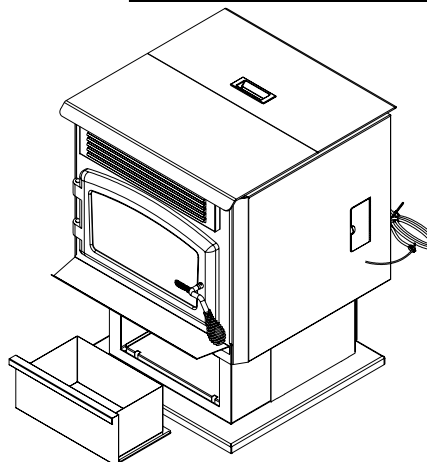

FIGURE 20
- De façon périodique, enlevez le tiroir à cendres (voir figure 20) en ouvrant le panneau avant du piedestal. Disposez des cendres. (voir section "ENLÈVEMENT DES CENDRES" plus haut). Remplacez le tiroir à cendres et assurez-vous qu'il soit bien scellé. Inspectez le joint d'étanchéité et vérifiez qu'il soit toujours en bonne condition.